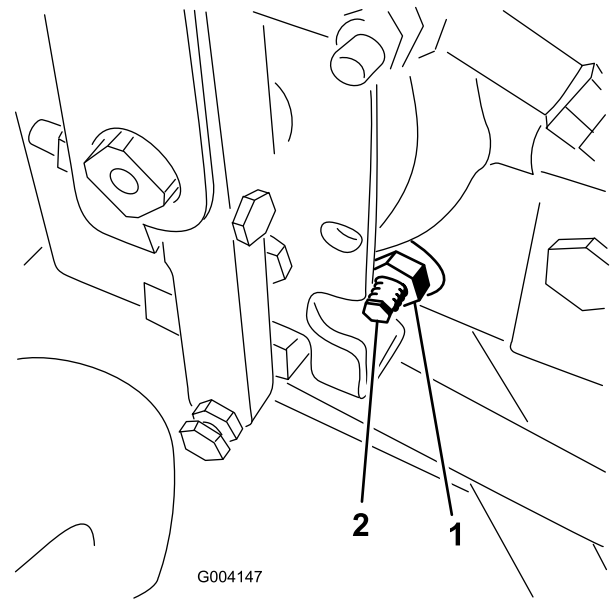

Figura 68
4. En el lado derecho del hidrostato, afloje la contratuerca de la leva de ajuste de tracción (Figura 68).